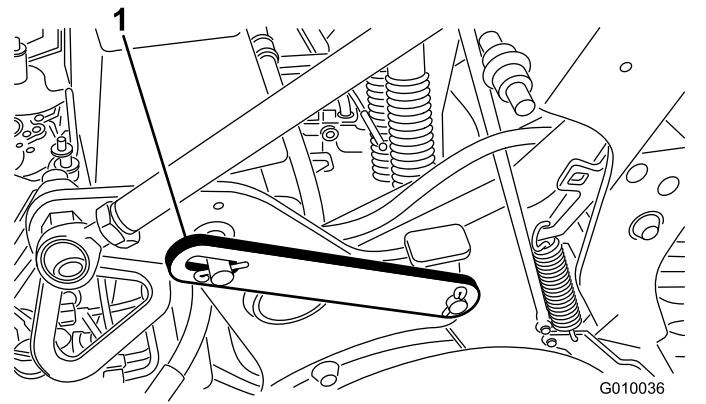

Bild 18
3. Entfernen Sie den Clipping, mit dem der Wartungsriegel in der verstauten Stellung befestigt ist (Bild 18).